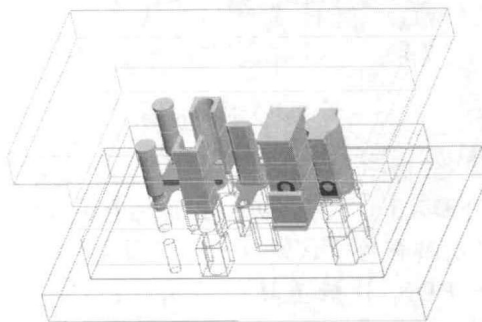

图7 模具成型零件设计
5) 第五工序：落料凸凹模的创建。落料凸凹模也没有现成的组件定义，也需要手动创建。根据零件结构特点，新建凸、凹模零件，完成凸凹模的建立。完成结果如图7所示。